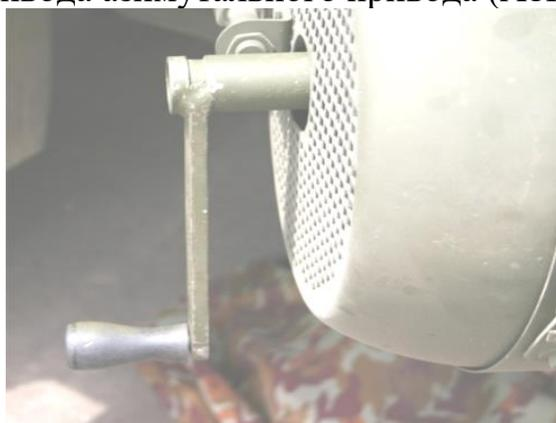

Рис. 2.13. Ручка ручного привода в гнезде ручного привода азимутального привода
2. Извлечь из инструментального ящика ручку ручного привода, вставить ее в гнездо ручного привода азимутального привода (АЗП) (рис. 2.13).